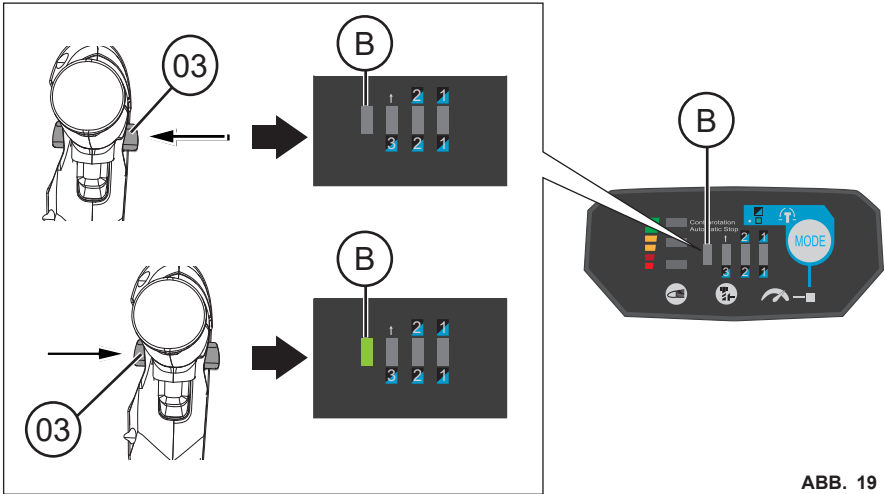

ABB. 19
Die Richtungsanzeige (B) zeigt die vom Richtungsumschalter (03) festgelegte Drehrichtung an (ABB. 19)